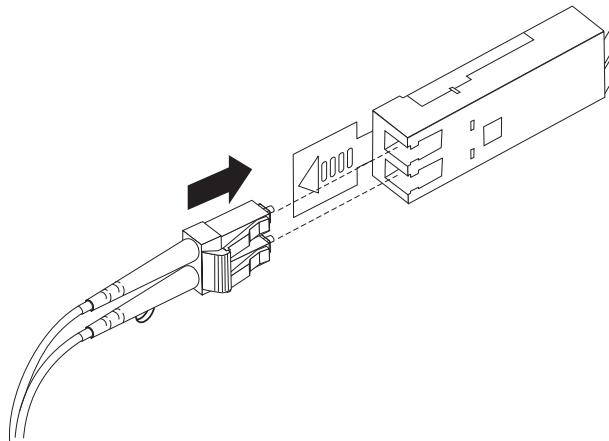

图 22. 将 LC-LC 光纤通道电缆插入到 SFP 模块中
4. 小心地将 LC-LC 电缆的这一端插入已安装在 EXP5000 中的 SFP 模块中。电缆接头是有槽口的，可确保它正确插入到 SFP 模块中。如图 22 中所示，拿起接头，将其推入电缆直到其咔嗒一声锁定到位。